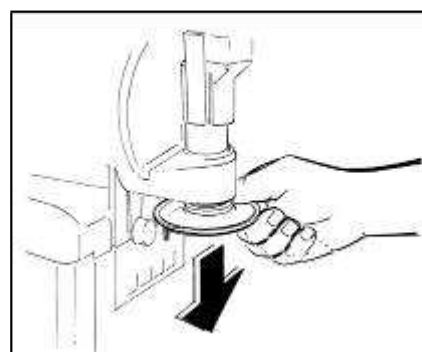

Abb. 28
- Nehmen Sie die sternförmige Garniertülle ab (Abb. 28).